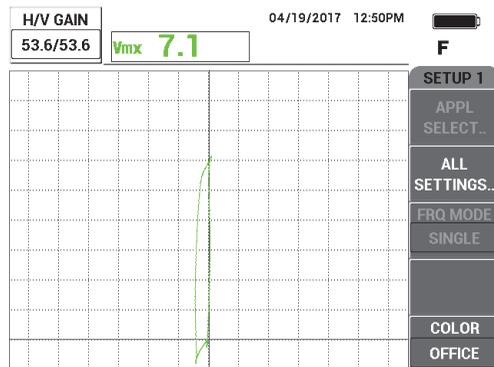

Figura 5-237 Regolazione del guadagno
4. Premere il tasto GAIN (**dB**) ed in seguito aumentare il guadagno fino a quando il segnale del difetto raggiunge circa 6 frazioni verticali in altezza (vedere Figura 5-237 a pagina 310).